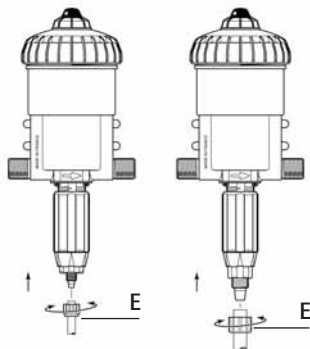

Рис. 9
- Отвинтите гайку (Рис. 9-Е) в нижней части дозирующего узла и вставьте в нее всасывающий шланг.